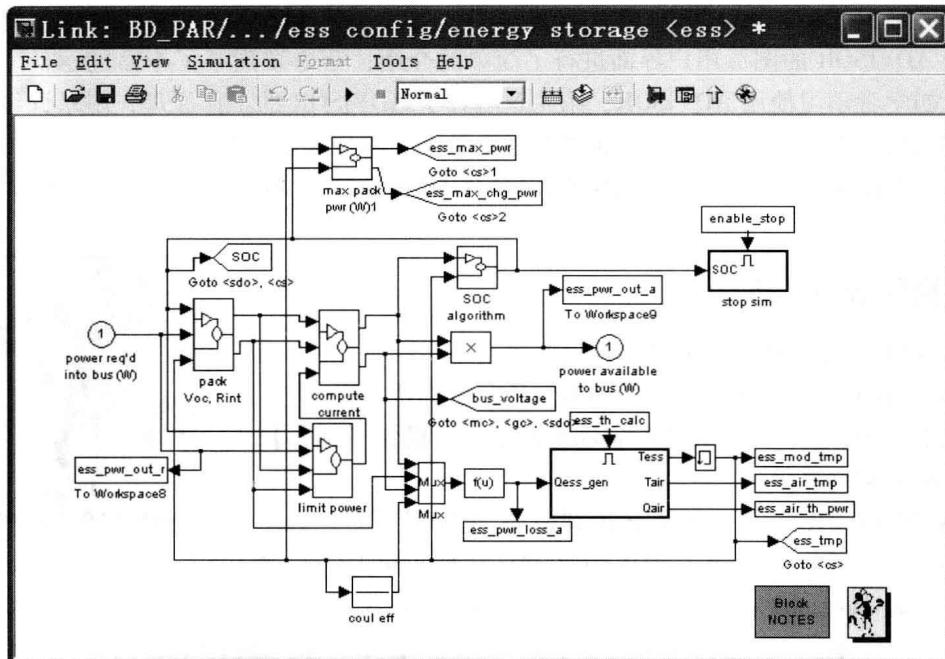

图 1-4 电池的电化学模型
由于 ADVISOR 中的模型都是模块化的，所以各组件的模型可以相对容易地扩展和改进。例如图 1-4 所示的电池电化学模型，包括扩散、极化和热效应，它能够很容易地集成到整车中，并与电机进行协同工作。当然，开发新的、详细的动力传动系统部件模型，需要对 MATLAB/Simulink 环境非常熟悉才行。
- ① 在图1-4所示的框图中双击图1-5所示的模块。